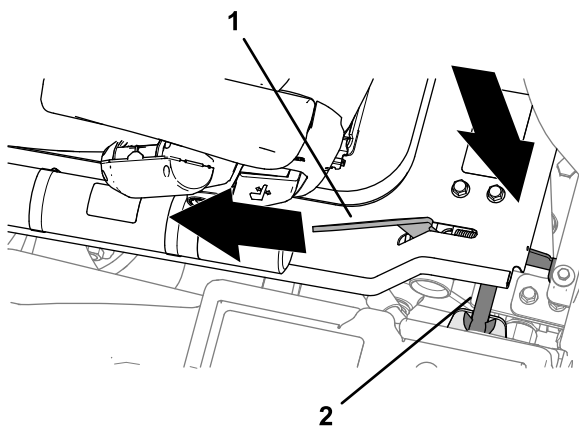

Figura 46
2. Quando la piattaforma si è abbassata quasi completamente, spostate la maniglia di fermo della piattaforma (Figura 46) verso la parte anteriore della macchina.